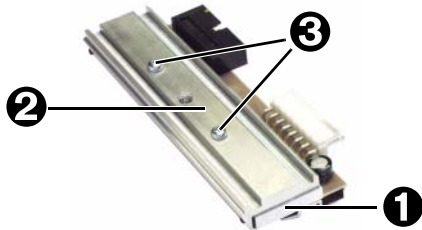

Abb. 1: Druckkopf (1) mit Druckkopfhalterung (2).
4. Fahren Sie unter leichtem Andruck mit dem Reinigungsstift einige Male über die Thermoleiste (1) (Abb. 1).
3. Andruckhebel (1) schließen.
4. Rändelschraube (2) herausdrehen (Abb. 1).
3. Drehen Sie die Schraube (1) in der Mitte der Abreißkante heraus (Abb. 1).
5. Madenschraube (2) lösen.
1. Abdeckung (1) leicht anheben und nach unten schwenken (Abb. 1).